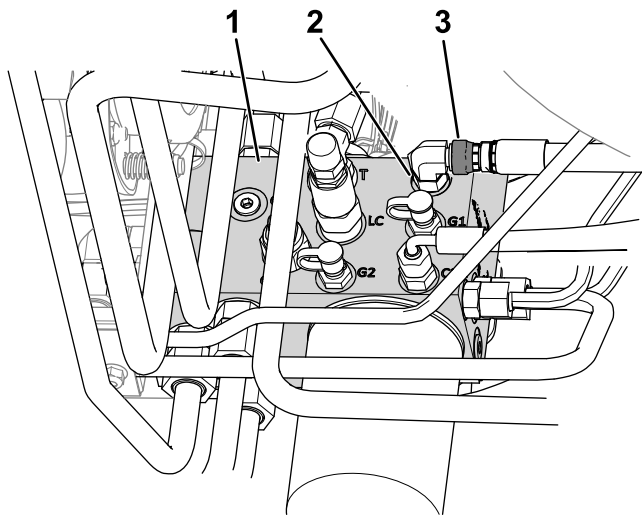

図 9
- 油圧マニホールドのポート C1 に接続されているホースのスイベルナットをゆるめる **図9**。